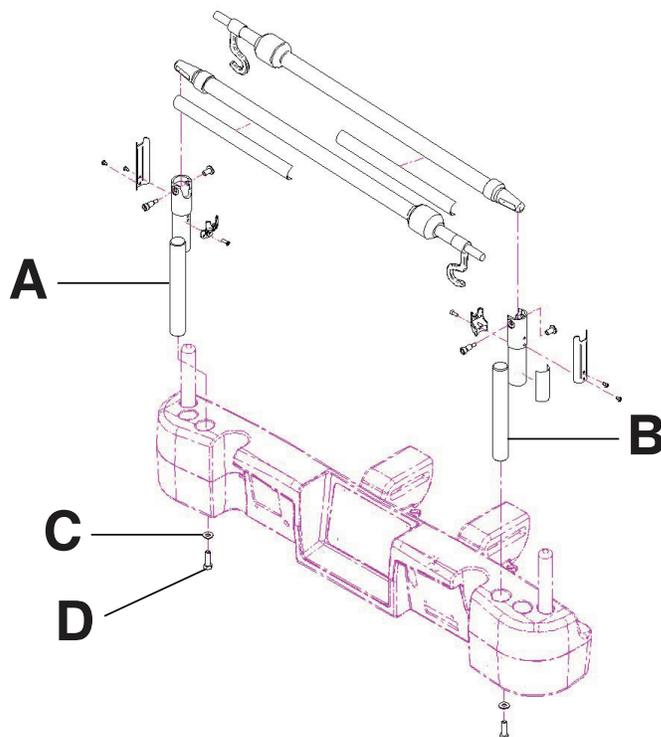

Figure 121 : Double support de perfusion à deux positions
1. À l'aide de la clé à cliquet de 3/8 po. et de la douille de 1/2 po., installer une rondelle (C) et un boulon (D) pour fixer le support de perfusion dans le logement situé du côté tête du produit (A) (Figure 121 à la page 115).
2. À l'aide de la clé à cliquet de 3/8 po. et de la douille de 1/2 po., installer une rondelle (C) et un boulon (D) pour fixer le support de perfusion dans le logement situé du côté tête du produit (B) (Figure 121 à la page 115).